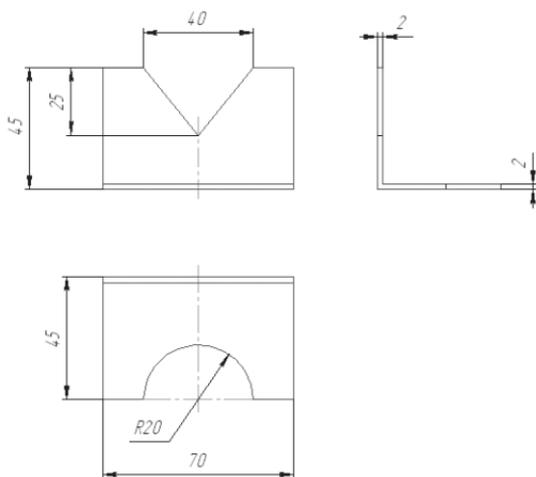
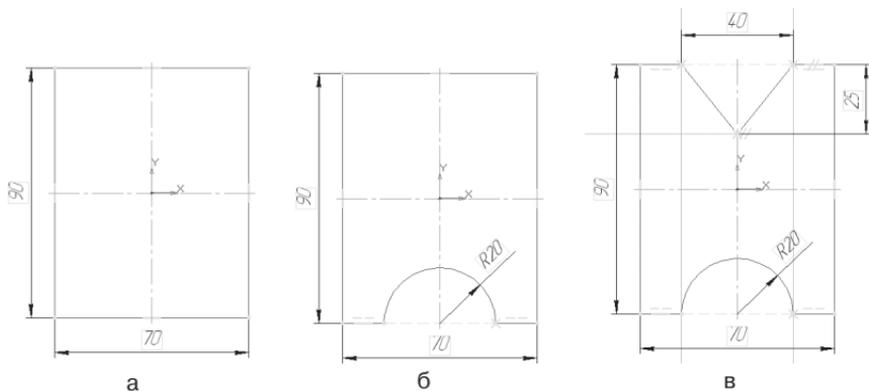

Рис. 404
Рис. 405
Создайте модель детали по чертежу (рис. 404).
- постройте  – прямоугольник по центру и вершине (центр начало координат) с осями высотой 90 мм (на главном виде высота 45 мм и на виде сверху ширина 45 мм см. рис. 404) и шириной 70 мм (на виде сверху длина детали 70 мм) – рис. 405, а;
- Редактирование (Компактная панель)**, команда  – **Усечь кривую** – рис. 405, б;
- с помощью параллельных прямых и непрерывного ввода объекта достройте верхнюю часть эскиза и отредактируйте (рис. 405, в);
- на Компактной панели выберите кнопку переключения  – **Элементы листового тела**, команда  – **Листовое тело**. На панели **Свойств** на вкладке **Параметры** укажите направление выдавливания – прямое. В поле **Толщина** введите значение 2 мм (толщина листа показана на виде слева см. рис. 404);